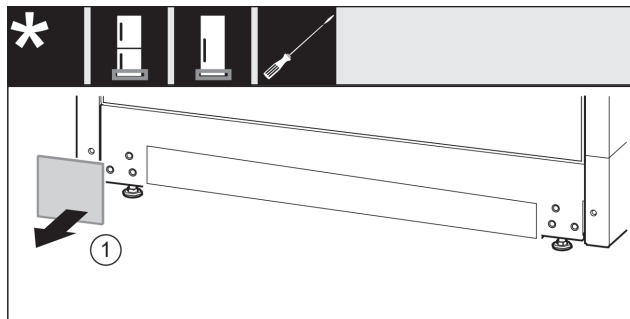

Fig. 13
- Abdeckung Fig. 13 (1) abnehmen.